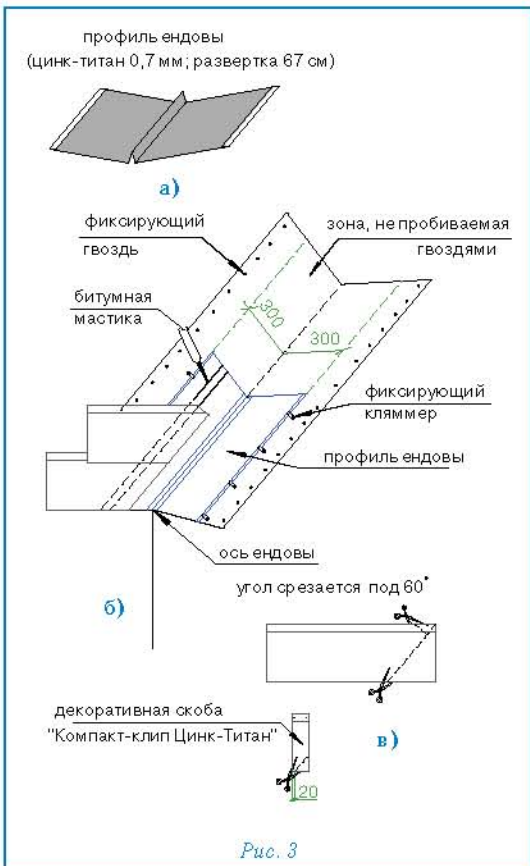

Рис. 3
Ендова (рис. 3)
- ровно по центру ендовы устанавливается профиль ендовы (цинк-титан 0,7 мм, развертка 67 см) (рис. 3а);
Внимание: 1. Необходимо также подрезать верхний уголок обрезанного края листа (см. рис. 3в) для правильного стока воды.
4. В случае, если скоба «Компакт-клип Цинк-Титан» приходится на место среза листа, можно либо обрезать накладку, оставив минимум 2 см в нижней части (рис. 3в), либо произвести укладку листов без использования накладки.